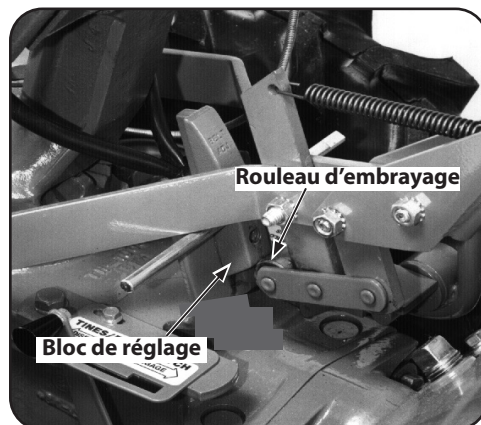

Figure 5-16
4. Placez le levier d'entraînement de la PDF des dents et des roues en position MARCHE AVANT. Le levier de la commande d'embrayage s'appuiera sur l'outil de réglage de la courroie et le rouleau d'embrayage devrait se trouver un peu sous le bloc de réglage. Voir Figure 5-16.